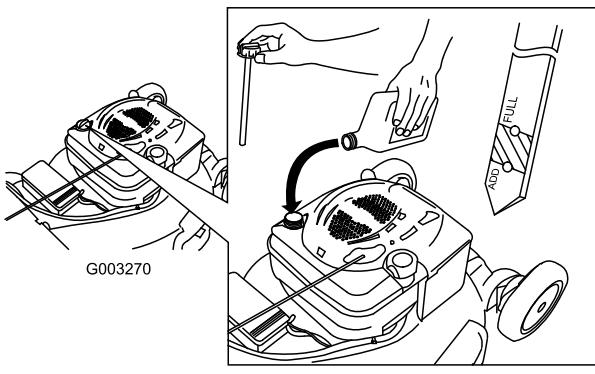

Bild 10
- Nehmen Sie den Peilstab heraus und wischen Sie ihn ab. Stecken Sie ihn dann ganz ein (Bild 10).
- Nehmen Sie den Peilstab heraus und prüfen Sie den Ölstand (Bild 10). Wenn der Ölstand unter der Nachfüll-Marke ist, gießen Sie **langsam** Öl in den Einfüllstutzen, um den Ölstand auf die Voll-Marke am Peilstab anzuheben. **Füllen Sie nicht zu viel ein.** (Max. Füllstand: 0,59 l des Typs: Waschaktives SAE 30-Öl mit der Klassifizierung SF, SG, SH, SJ, SL oder höher durch das American Petroleum Institute (API).)